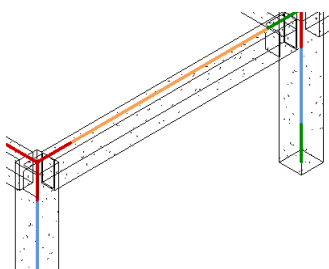

图 13-21 多平面钢筋
(7) 单击“模式”面板中的“完成编辑模式”按钮，完成多平面钢筋的绘制，结果如图 13-21 所示。